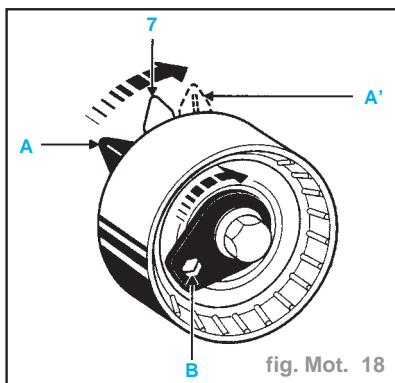

fig. Mot. 18
- faire dépasser l'index mobile (A') du galet tendeur de **7 à 8 mm** par rapport à l'index fixe (7) à l'aide d'une clé six pans de **6 mm** (en B) (fig. Mot. 18).
- Faire dépasser l'index mobile (A') du galet tendeur de **7 à 8 mm** par rapport à l'index fixe (7) à l'aide d'une clé six pans de **6 mm** (en B) (fig. Mot. 18).